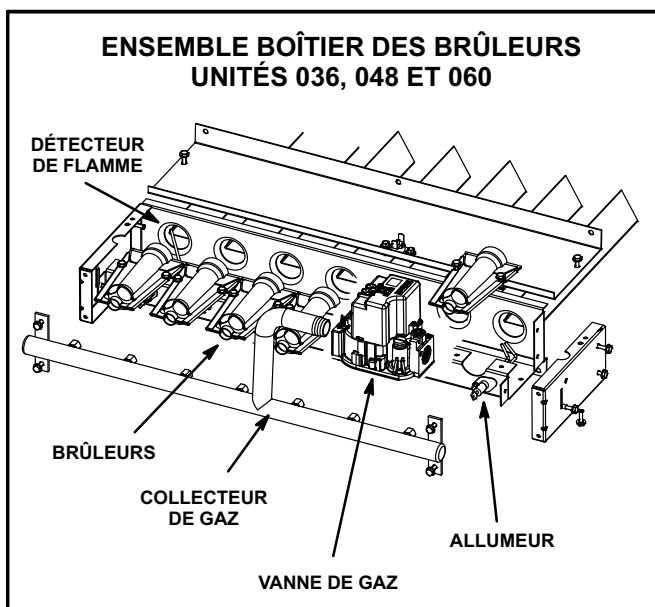

FIGURE 7
- 3- Retirer le panneau du haut du boîtier des brûleurs. Voir Figure 7.
- 4- Retirer les deux vis maintenant les brûleurs sur le support de brûleurs et soulever les brûleurs de leurs orifices. Voir Figure 7. Les nettoyer au besoin. La bougie sur l'électrode d'allumage doit être correctement réglée. Voir la section Réglage du chauffage de ces instructions d'installation.